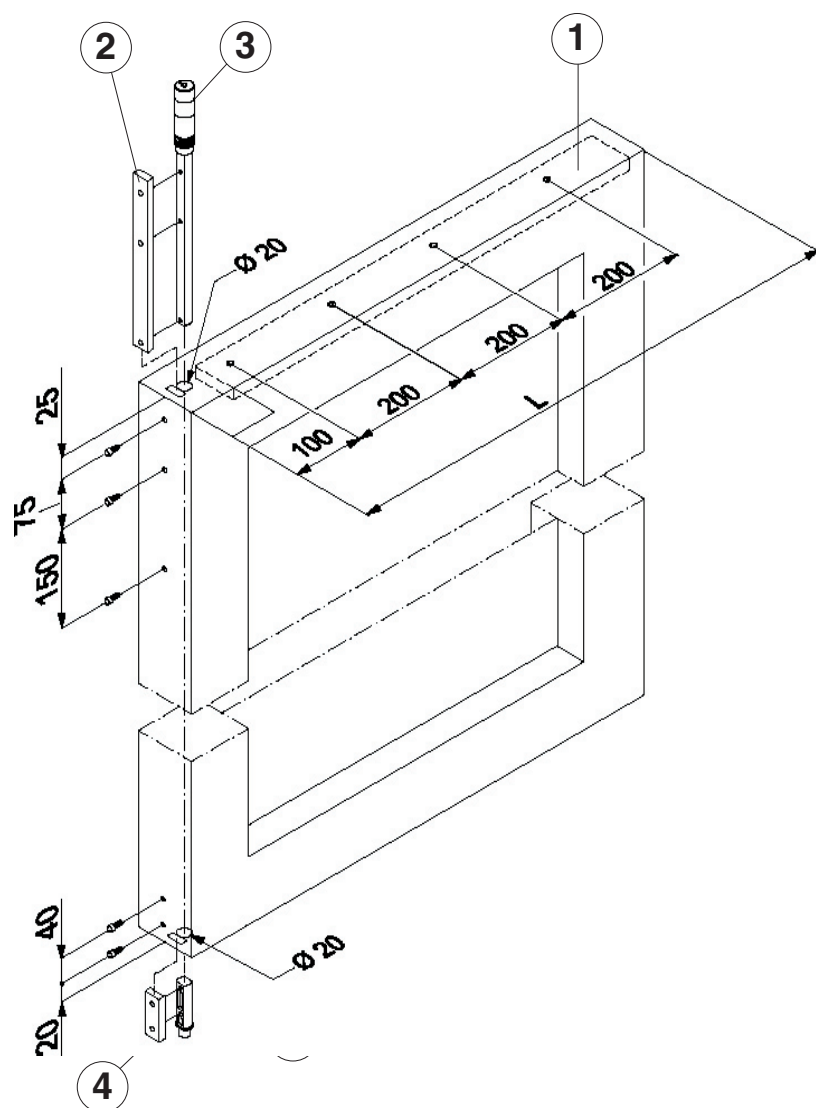

Fig.4
1- Montar o eixo da articulação (**FIG.4-Ref.3**) com a placa de reforço do perfil de fixação da folha (**FIG.4-Ref.1**) e bloqueá-lo usando o pino elástico (**FIG.4-Ref.4**), quando o furo do eixo da articulação estiver alinhado com o furo da placa de reforço. Em seguida, aparafusar o parafuso regulador (**FIG.4-Ref.2**).
1) Com a folha aberta na posição de abertura de segurança, desapertar o parafuso (FIG.4-Ref.2).
3) Encontrada a posição correcta, fixar o parafuso (FIG.4-Ref.2).